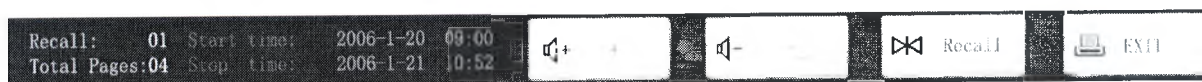

Рис. 5-21 — Панель меню распечатки файлов из памяти
5. Нажмите кнопку  в меню настройки воспроизведения из памяти, чтобы открыть подменю распечатки из памяти, как показано на рис. 5-21.